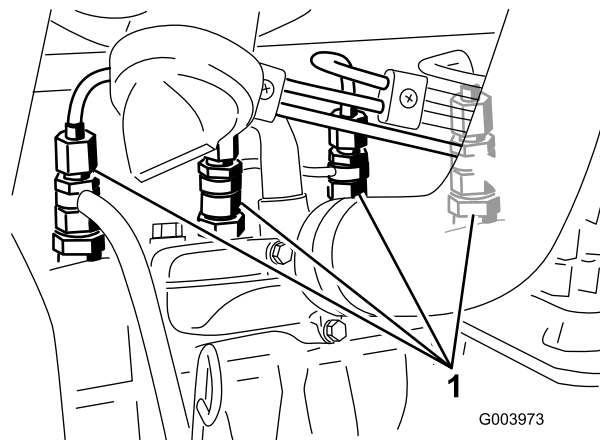

図 32
1. 燃料噴射ポンプの No.1インジェクタノズル(図 32)へのパイプ接続部をゆるめる。